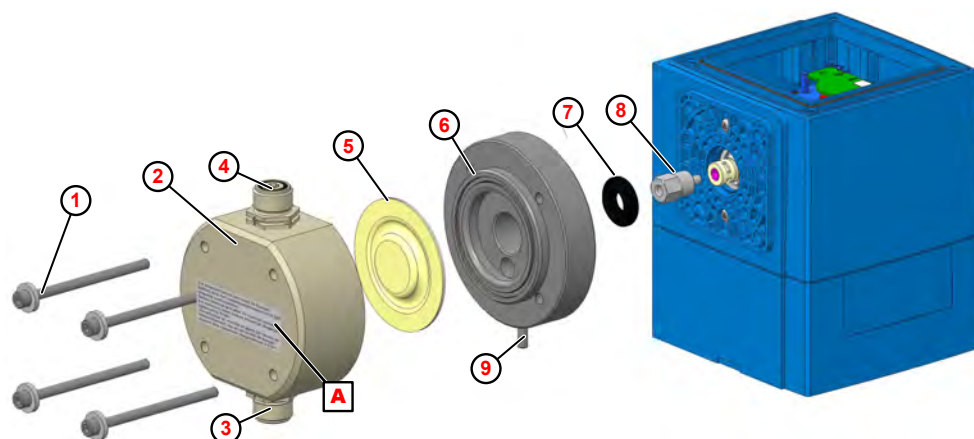

Fig. 24: Sostituzione di testa pompa, membrana e membrana protettiva
1. ► Svitare la valvola di aspirazione e di mandata (Fig. 24 , ③ e ④).
2. ► Allentare e togliere le viti della pompa testa ① .
3. ► Togliere la testa pompa ② .
4. ► Svitare la membrana ⑤ .
5. ► Rimuovere la piastra intermedia ⑥
6. ► Togliere la membrana protettiva ⑦ .
8. ► Inserire la piastra intermedia in modo tale che l'elemento di uscita membrana ⑨ sia rivolto verso il basso.